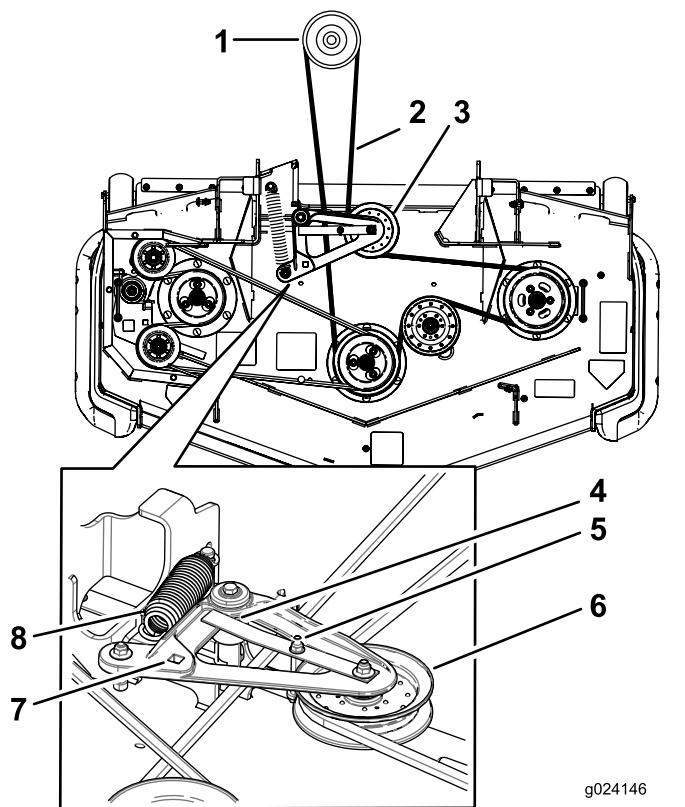

Figura 120
5. Levante la chapa de suelo e introduzca una llave dinamométrica en el taladro cuadrado de la polea tensora de la carcasa (Figura 119 o Figura 120).
6. Gire la polea tensora de la carcasa en sentido horario, levante la pestaña de la guía de la correa (máquinas de descarga trasera solamente) y retire la correa del cortacésped (Figura 119 o Figura 120).